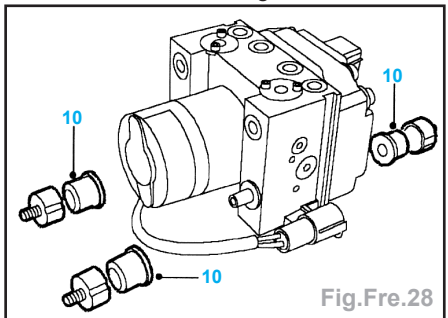

Fig.Fre.28
- Dégager le modulateur (9) du support de fixation et le déposer.
- Déposer les 3 caoutchoucs (10) de fixation du modulateur (Fig.Fre.28).